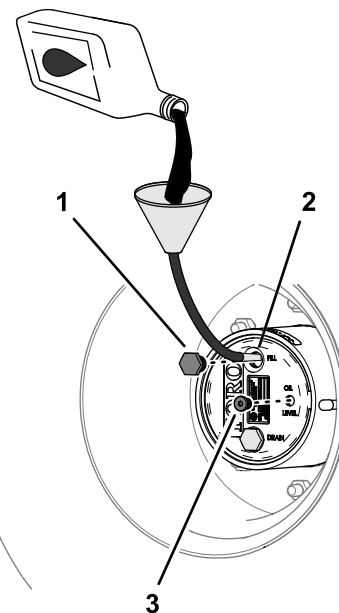

Figure 87
4. Si le niveau d'huile est trop bas, enlevez le bouchon de remplissage et ajoutez l'huile spécifiée jusqu'à ce qu'elle ressorte par le trou du bouchon de contrôle (Figure 87).
6. Remettez en place les bouchons de remplissage et de contrôle (Figure 87).
- Versez lentement l'huile pour engrenages spécifiée par l'orifice du bouchon de remplissage; voir Figure 87 sous Contrôle du niveau de lubrifiant du train planétaire (page 70).
- Remettez en place les bouchons de remplissage et de contrôle du niveau d'huile; voir Figure 87. sous Contrôle du niveau de lubrifiant du train planétaire (page 70)